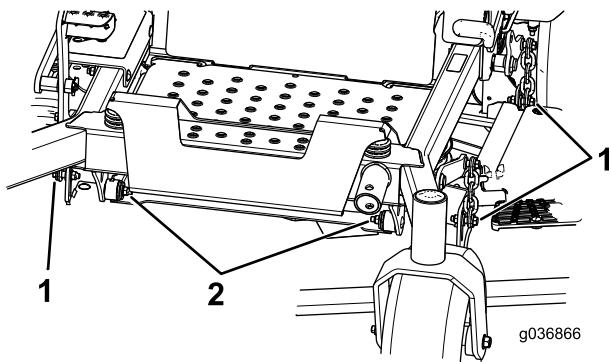

Figura 87
- Retire y guarde los pernos y las tuercas de ambos lados de la máquina (Figura 87).